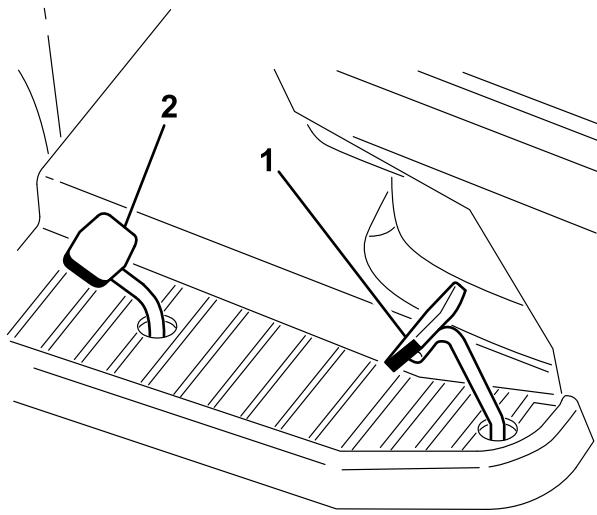

Bild 16
2. Gehen Sie mit dem Fuß auf das Fahrpedal und drücken Sie das Pedal langsam nach vorne (Bild 16).